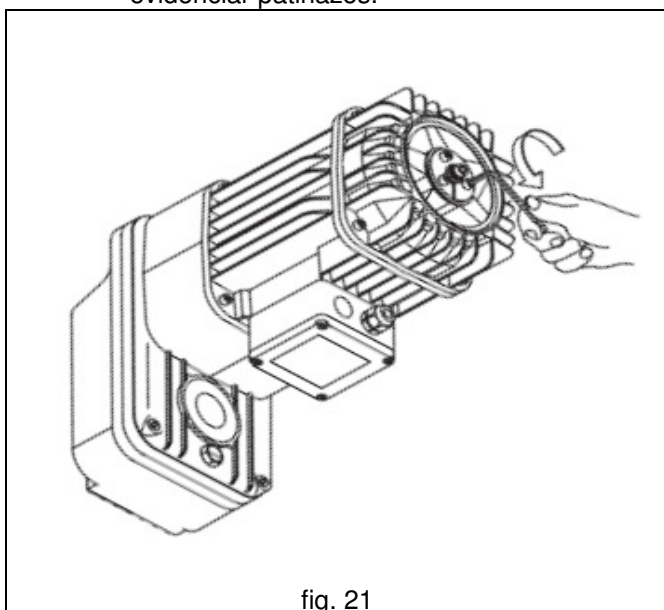

fig. 21
2. Destornillar completamente los tres tornillos de la tuerca zunchadora de la zapata del freno (fig. 21);